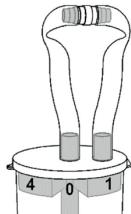

Abb. 4
9. Ligar firmemente ambas as extremidades da mangueira com o conector da mangueira. A armadilha de pólipo de sucção é assim selada (**Fig. 4**).